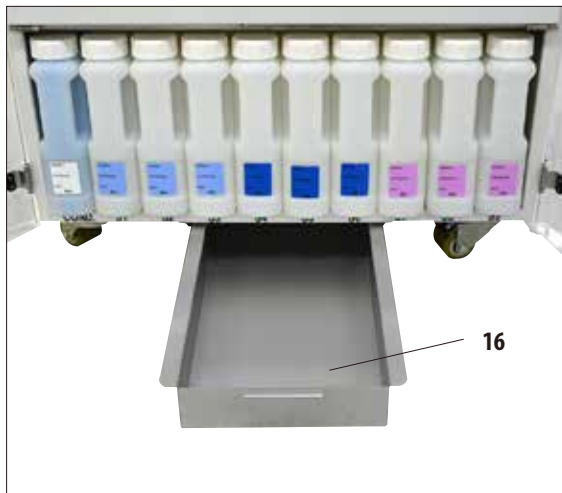

Fig. 53
- El recipiente colector (16) se encuentra debajo del armario de reactivos. Sirve para acumular los reactivos desbordados o derramados, para que no se ensucie el equipo por dentro ni por debajo. Su volumen es de aprox. 5 l.
- Se debe comprobar con regularidad que el recipiente colector (16) no presente indicios de que se hayan desbordado los reactivos. Para ello, extraer el recipiente por el asidero hacia delante (fig. 53) y, en caso necesario, vaciarlo.